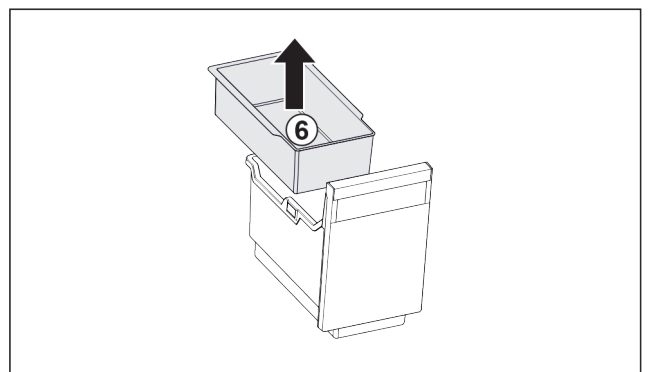

Fig. 101
- ▶ Rimuovere la vaschetta da agganciare Fig. 101 (6).